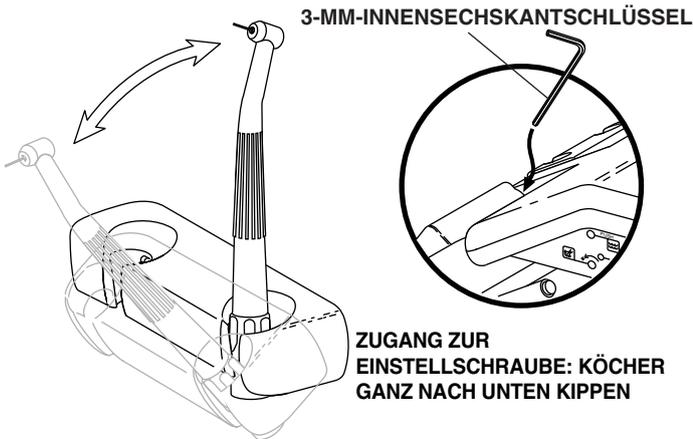

Bild 11. Instrumentenköcher als kompakte Einheit
- Lockern Sie die in Bild 11 gezeigte Einstellschraube, bzw. ziehen Sie sie fester an.